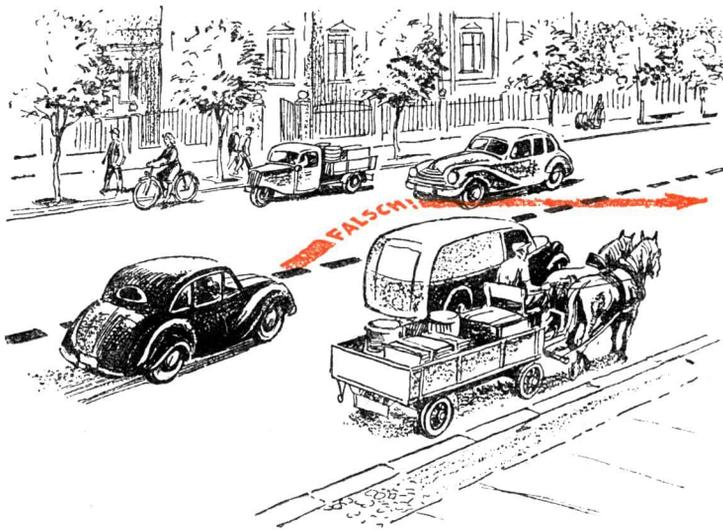

Bild 149. Trennungslinie bei Straßen mit großer Verkehrsdichte.
- § 3 In den mit einer Trennungslinie versehenen Straßen dürfen Fahrzeugführer nur die in ihrer Fahrtrichtung rechts von der Trennungslinie gelegene Fahrbahnhälfte benutzen. Das Verlassen der begrenzten Fahrbahnhälfte zum Zwecke des Überholens ist nicht gestattet (s. Bild 149). Die Trennungslinie darf nicht befahren werden. Das Abbiegen nach links sowie das Überqueren dieser Straße darf nur an den Unterbrechungen der Trennungslinie erfolgen. Parken und Halten ist nur an den Stellen gestattet, wo ein Vorbeifahren ohne Überfahren der Trennungslinie möglich ist.